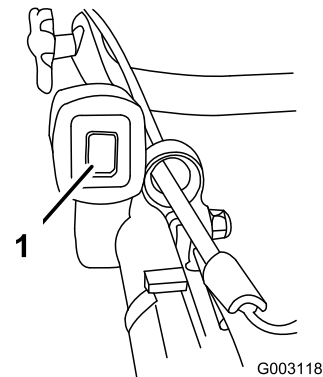

Figura 17
1. Mantenga pulsado el interruptor de parada del motor hasta que el motor se pare (Figura 17).